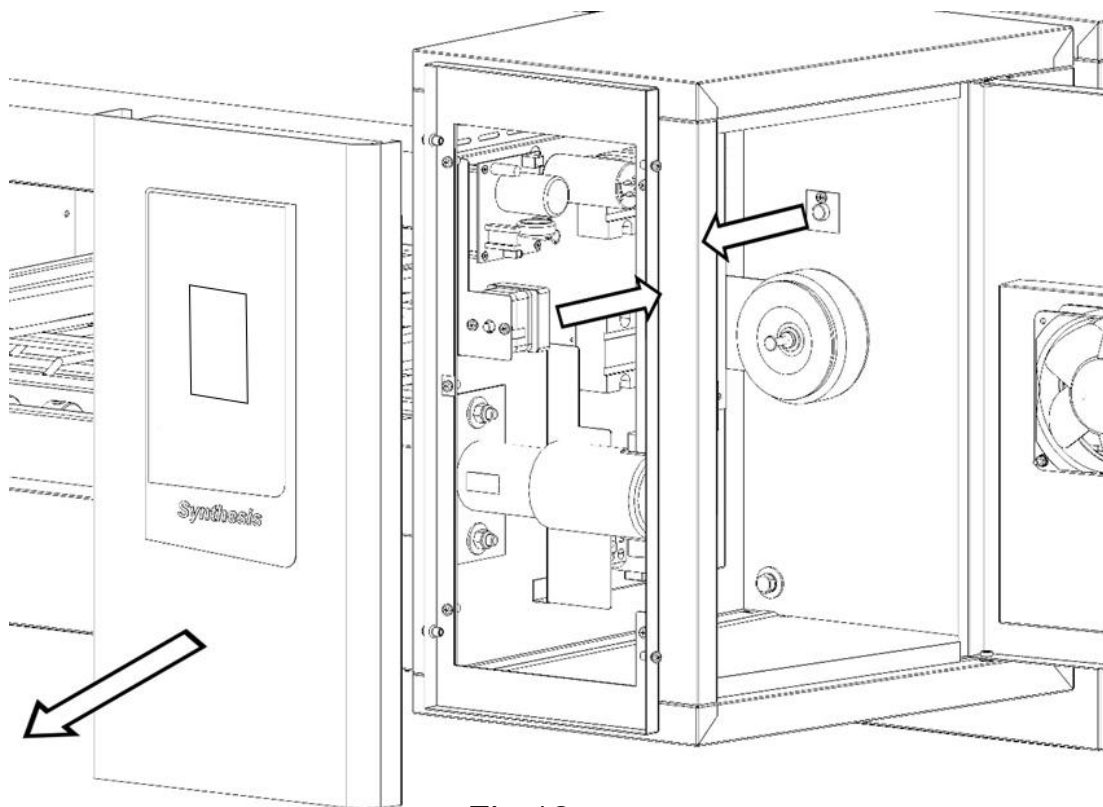

Fig.12
3. Scollegare le connessioni elettriche sul termostato (Fig.12).
4. Rimuovere il sigillante in silicone e sfilare il bulbo, svitare le viti di fissaggio e sostituire il termostato (Fig.12).